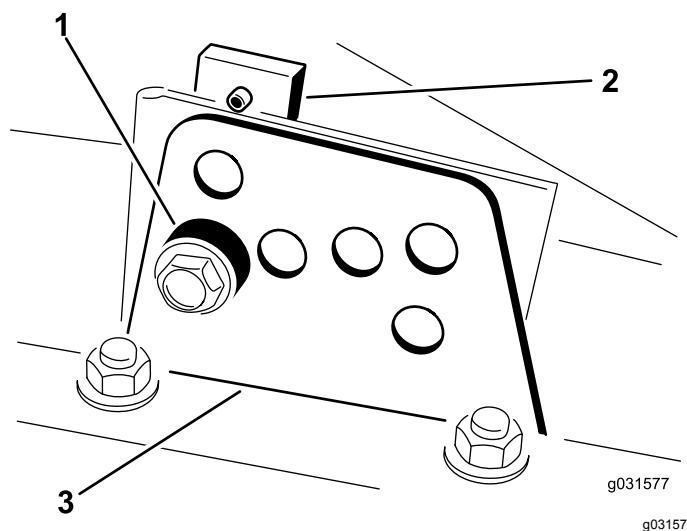

Рисунок 17
2. Ослабьте болт, который крепит каждый кронштейн высоты скашивания к пластине регулировки высоты скашивания (с передней и боковых сторон), как показано на Рисунок 17.
4. Удерживая камеру, снимите проставку (Рисунок 17).